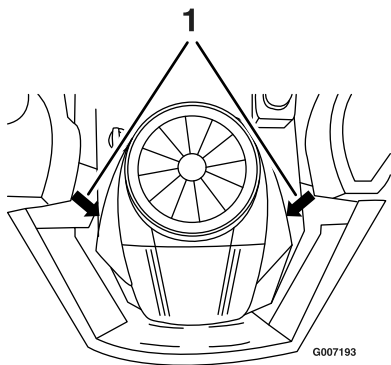

Figura 35
2. Retire el cable de la bujía (Figura 35). Limpie alrededor de la bujía para evitar que entre suciedad en el motor y pueda causar daños.
3. Conecte el cable a la bujía (Figura 35).